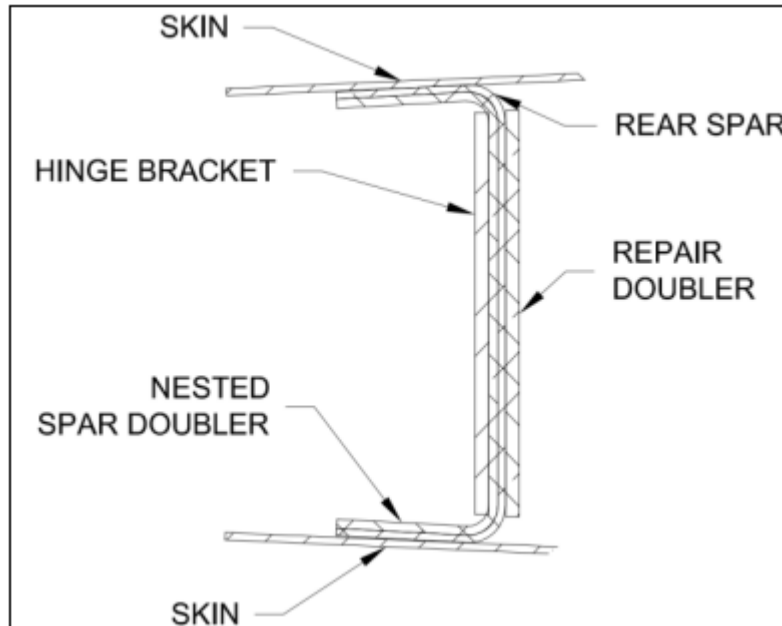

Figura 6 - Vista da Seção da Longarina Traseira
NOTA: Consulte a Figura 6 para uma vista em corte da montagem.
Passo 50 (Se houverem trincas): Prenda o reforço de reparo à parte frontal da longarina traseira com cecos. Consulte a Figura 6 para referência.